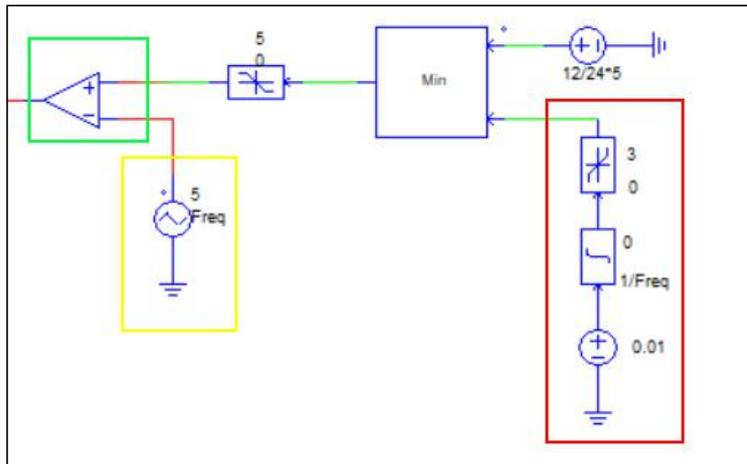
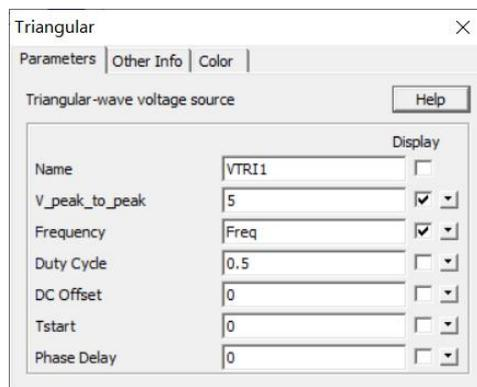
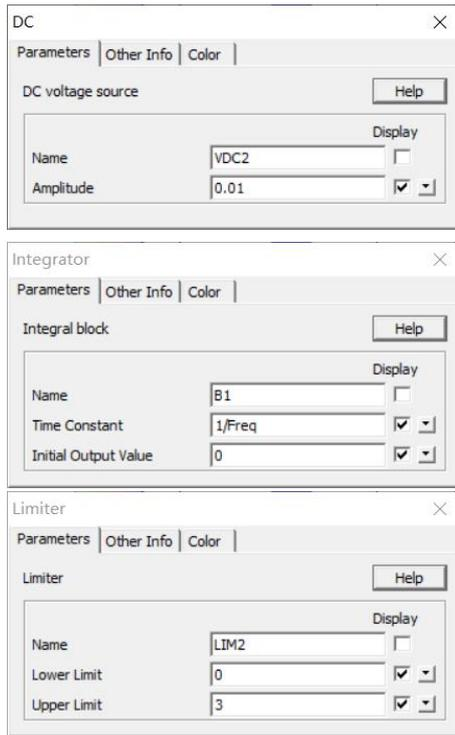
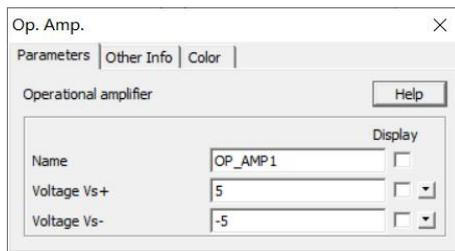

图 3 控制电路拓扑图
图 4 Triangular 模块参数设置
图 5 积分模块参数设置
图 6 运算放大器模块
图 3 所示为控制电路部分拓扑图，其中黄色线框圈定的部分为三角波发生器 (Triangular)，其参数设置如图 4 所示。红色线框圈定的部分为积分电路，由直流电源 (DC)，积分模块 (Integrator) 和限幅模块 (Limiter) 组成，参数设置如图 5 所示。标有 Min 的方块为 Maximum/Minimum Block，用来比较多路输入的大小 (输入的信号通道数可以设置)，通过对模块的设置可以输出较大值或者输出较小值。绿色线框圈定的部分为运算放大器模块 (Op. Amp.) 用作产生方波的比较器，其参数设置如图 6 所示。